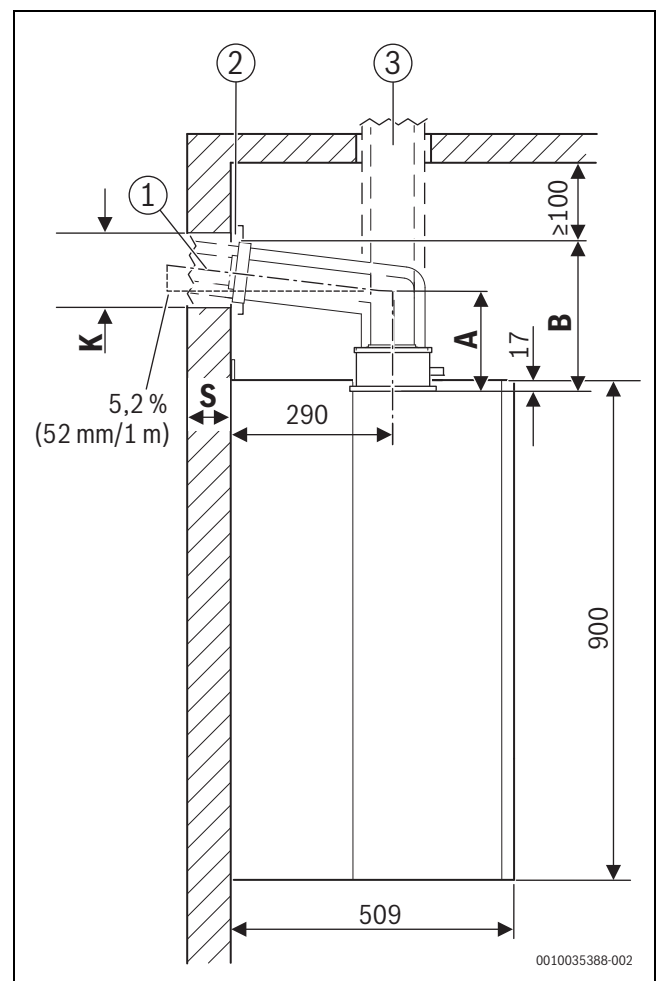

Fig. 2 Vista lateral (mm)
- En caso necesario, añadir la dimensión del pasamuros ([2] en la fig. 2).